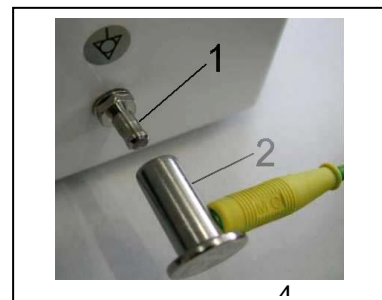

Рис. 11
- Подключите контакт (Ø 6 мм) (1) для эквипотенциального соединения к электрической сети, используя метод, указанный в действующих нормативных актах в области электротехники. Розетка для эквипотенциального соединения (2) — это дополнительная принадлежность, она не входит в базовый комплект поставки (рис. 11).